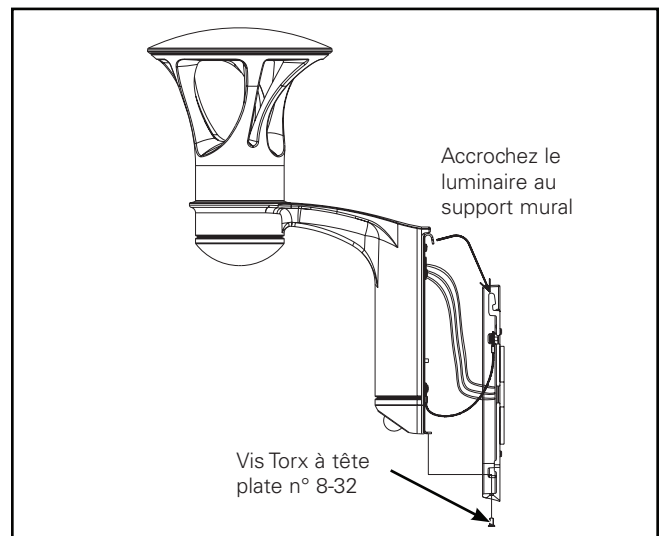

Figure 5
- Soulevez le luminaire et accrochez-le à la plaque murale, puis faites-le glisser vers le bas. Fixez le luminaire à sa place à l'aide de la vis à tête fraisée n° 8-32 fournie. (Figure 5).